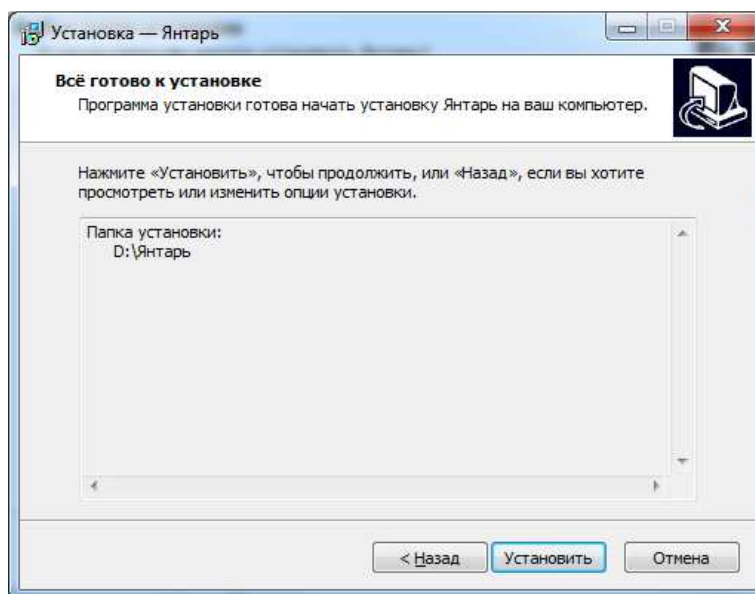

Рис.22
3. Нажать кнопку «Установить» (Рис.22)